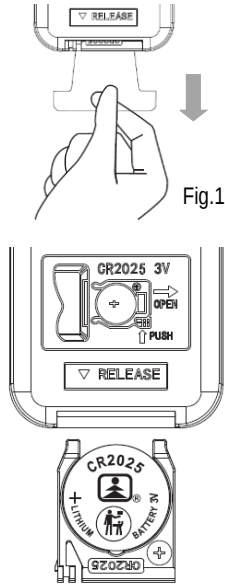

Fig.1
- 1. Pull out the plastic film from the battery cover to energize the remote. {Fig.1}
1. Hale la película plástica de la cubierta de la batería para que llegue corriente al control remoto (Fig.1).